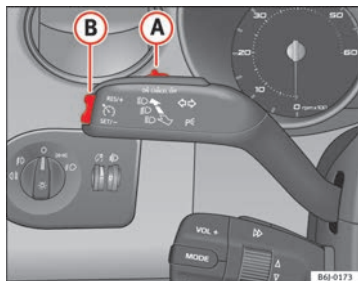

Fig. 126 Leva degli indicatori di direzione e degli abbaglianti: interruttore e tasto di comando del regolatore di velocità
- Quando il veicolo raggiunge la velocità che si intende poi mantenere, premere una sola volta sulla parte inferiore del tasto **SET** ⇒ fig. 126 **(B)**.
- Premere la parte superiore del tasto **RES** ⇒ fig. 126 **(B)** per aumentare la velocità. La velocità sale finché si tiene premuto il tasto. Il sistema memorizza come parametro di riferimento la velocità raggiunta nel momento in cui si lascia andare il tasto.
- Premere la parte inferiore del tasto doppio **SET-** ⇒ fig. 126 **(B)** per ridurre la velocità. La velocità diminuirà automaticamente ed in maniera costante per tutto il tempo che si tiene premuto il tasto. Il sistema memorizza come parametro di riferimento la velocità raggiunta nel momento in cui si lascia andare il tasto.
Se si riduce la velocità schiacciando il pedale del freno, il regolatore si disattiva. Per riattivare il regolatore di velocità si deve premere una volta sulla parte superiore del tasto **RES+** ⇒ fig. 126 **(B)**. ■